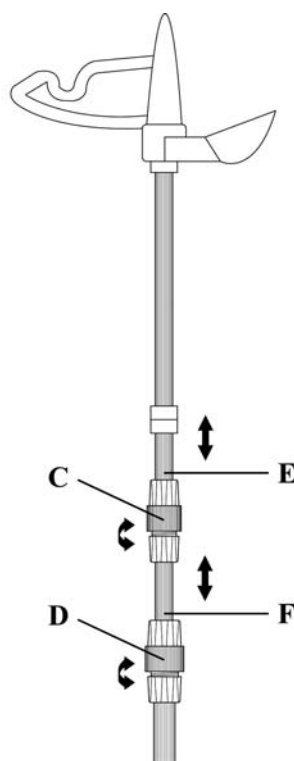

FIGURA 3
3. Afloje el tirador acaballonado superior (FIGURA 3-C) girando en la dirección contraria a las manecillas del reloj. Jale la sección superior del Mástil Telescópico (FIGURA 3-E) hacia arriba para extenderlo a su altura completa. Re-apriete el tirador acaballonado superior.
4. Afloje el tirador acaballonado inferior (FIGURA 3-D) girándolo en la dirección contraria a las manecillas del reloj. Jale la sección medio del Mástil Telescópico (FIGURA 3-F) hacia arriba para extenderlo a su altura completa. Re-apriete el tirador acaballonado superior.